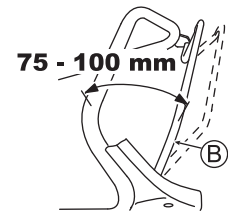

Fig. 32
Réglez de telle façon que la machine fonctionne (l'embrayage s'engage) lorsque la distance entre le levier d'embrayage de traction (B) et le guidon est de 75 - 100 mm ainsi qu'illustré dans la Fig. 32.